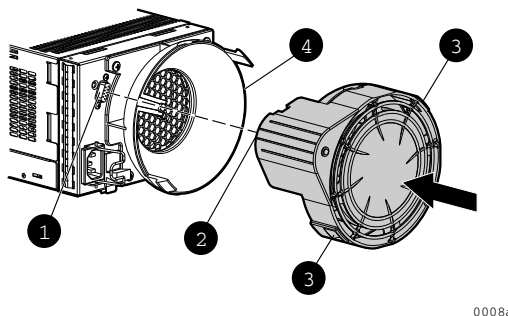

図 3. 冷却ファンのインストール
- 冷却ファンのガイド ポスト (2、図 3) を、電源コネクタ (1) の隣にある取り付け穴に合わせます。
- 冷却ファンを電源側にスライドさせ (4)、ラッチを固定させます。